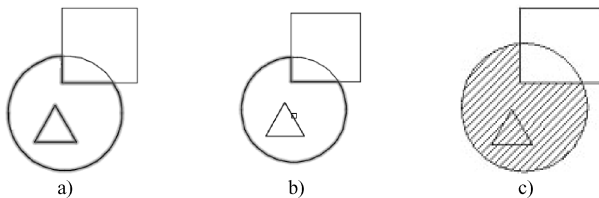

图 3-14 删除边界对象
(3) 删除边界对象：从边界定义中删除之前添加的任何对象，如图 3-14 所示。